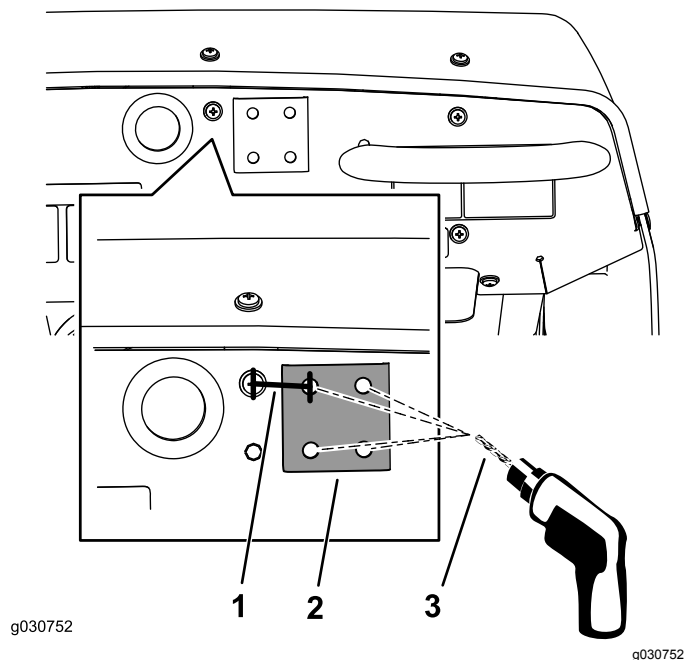

図 157
- 機体のダッシュボード部の、ハトメ穴の右側にあるダッシュパネル固定ねじを探し出す 図 157。
- ねじの中心から右に 33.3mm の位置に、鉛筆で縦線を引く 図 157。
- ポンチマークに、ドリルで直径 8mm の穴を開ける 図 157。
- ダッシュパネルの上側エッジにスティフナプレートを水平に合わせ、スティフナプレートを型紙にして、残り 3 つの穴を開ける 図 157。